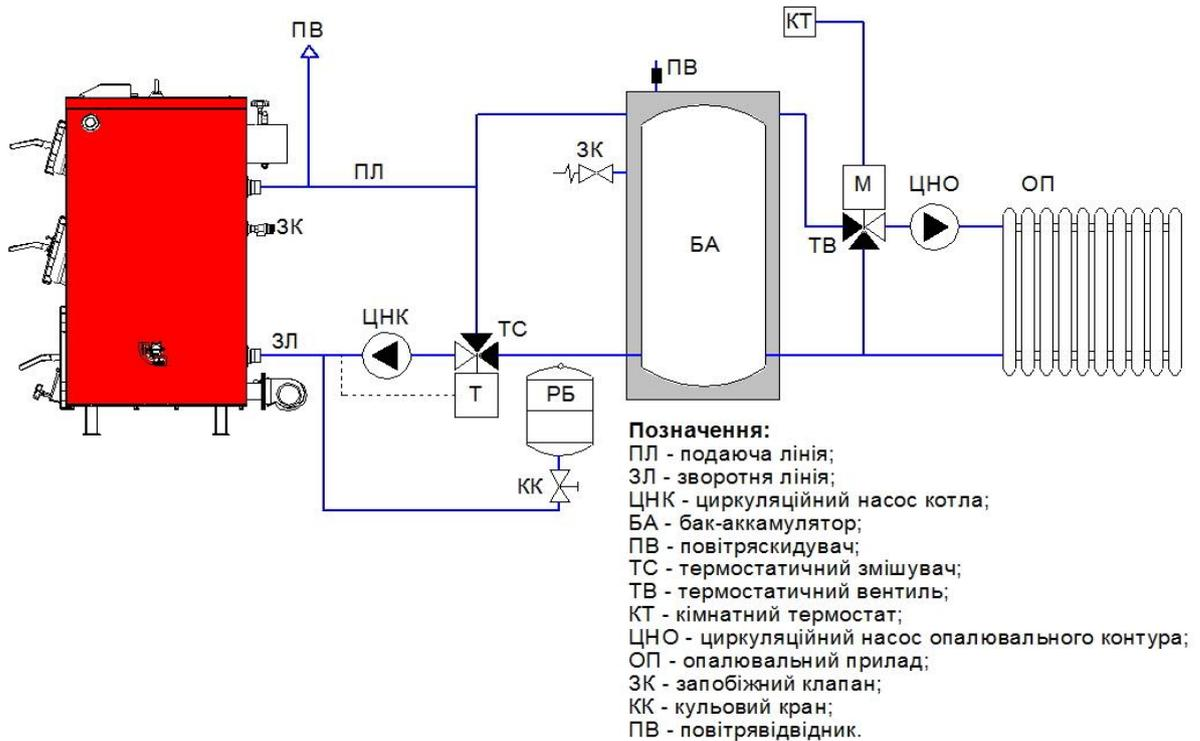
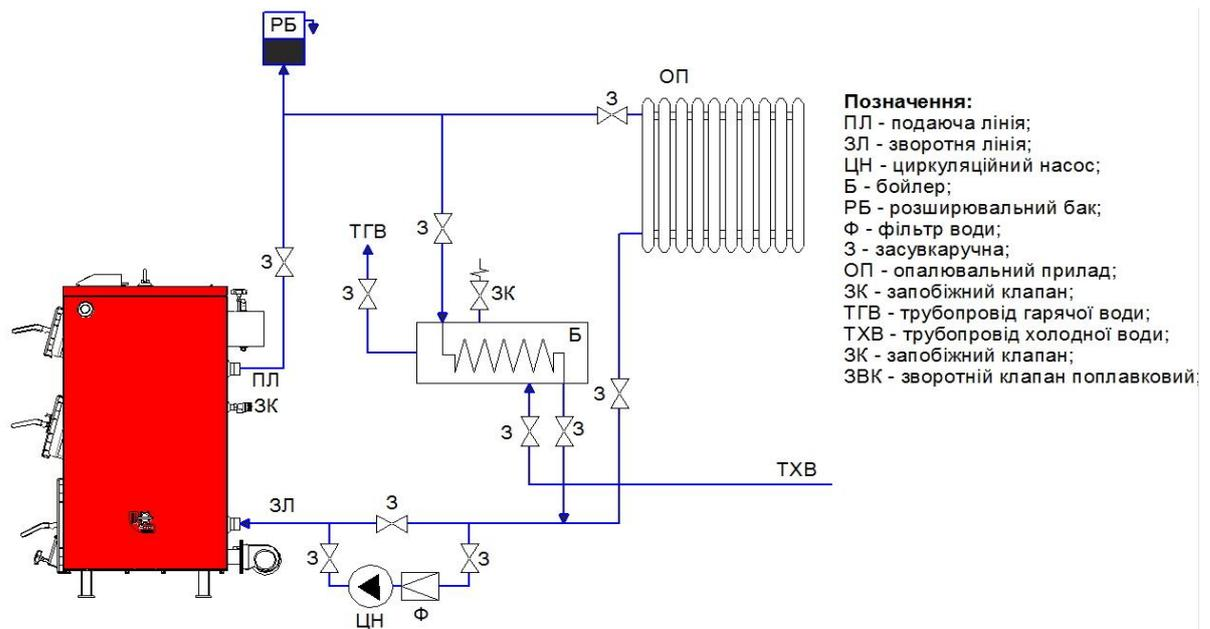

Рис.4 Схема обв'язки котла з баком акумулятором (рекомендована)
Рис.5 Схема обв'язки котла з бойлером (рекомендована)
6.3.4. Типові схеми обв'язки котла наведені на Рис.4, Рис.5.